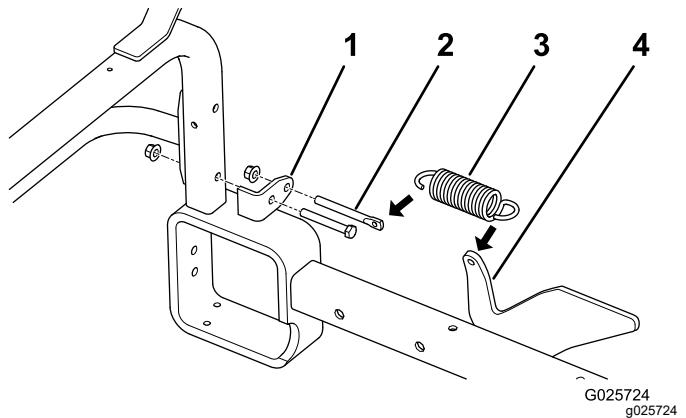

图 26
2. 拆下将每个挂钩管安装支架固定到垂直机架管的下螺母和螺栓 图 26。
- 注意** 如 图 26所示调整弹簧支架的位置。